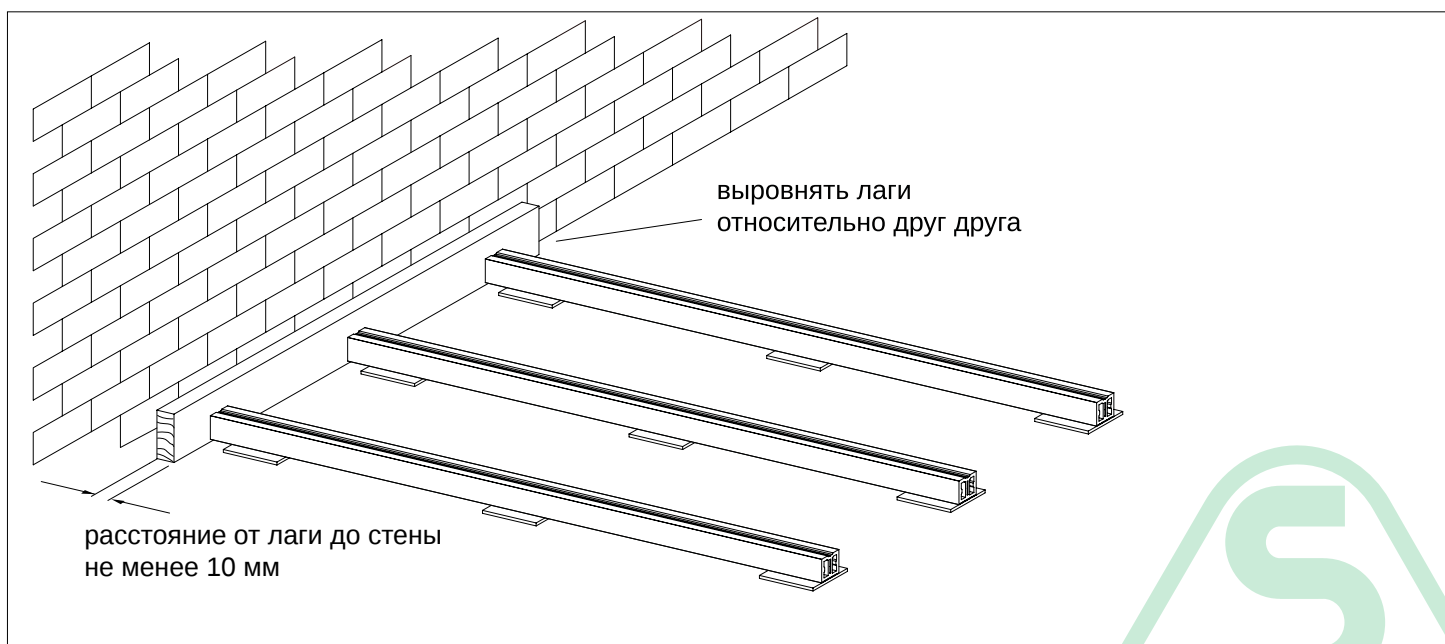
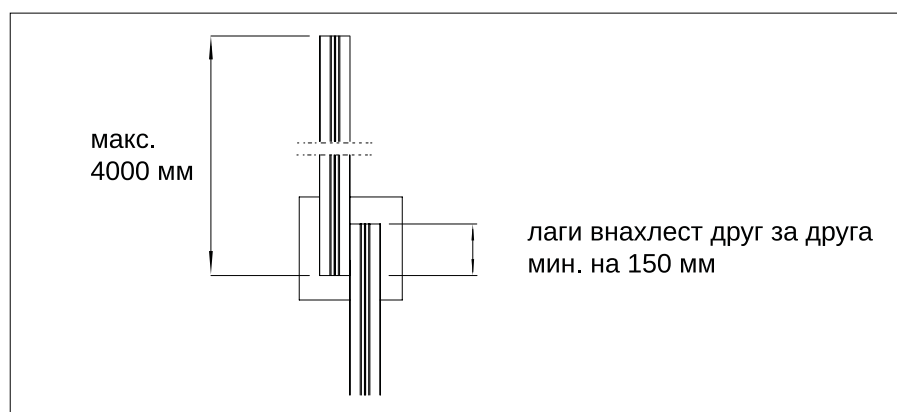

Рис. 6
Рис. 7
- Расстояние между стеной и лагой должно составлять не менее 10 мм (рис. 6). Лаги должны быть выровнены между собой (рис 6).
- Лаги, при необходимости их продолжения, укладываются внахлест друг за друга на 150 мм и крепятся перфорированной металлической лентой (рис.7).
- При закреплении лаг к основанию с помощью металлической перфорированной ленты предусмотрите зазор в 10 мм от каждого края лаги до линии перегиба перфоленты (рис.6) для компенсации температурного расширения.
- Учитывайте линейное расширение композитного материала – 1 мм на 1 погонный метр доски. Оставляйте зазоры между торцами террасных досок – 3-5 мм (рис.6, рис.7) для компенсации линейного расширения материала. Величина зазора зависит от места установки настила и количества попадающих на настил солнечных лучей. Для уточнения необходимой величины зазоров обращайтесь в отдел сервиса компании Savewood.